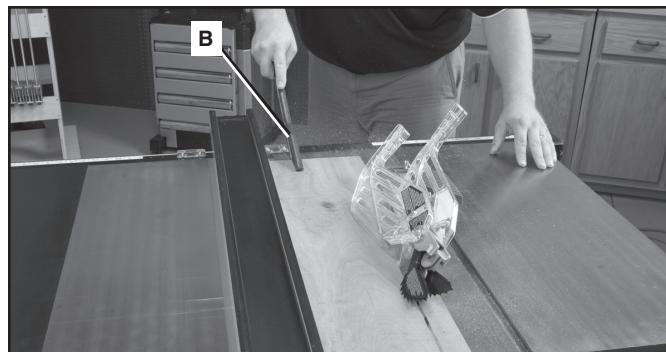

FIG. 56
Il est dangereux de couper longitudinalement de petites pièces. Il est dangereux de laisser les mains s'approcher trop près de la lame. Il est conseillé de couper une pièce plus large pour obtenir la taille désirée. Lorsqu'une petite largeur doit être découpée et que la main ne peut pas être mise entre la lame et le guide longitudinal, sans présenter de risques, utilisez un ou plusieurs poussoirs de fin de passe. Un schéma est inclus en fin de manuel pour fabriquer des poussoirs de fin de passe. Un poussoir de fin de passe (B) Fig. 56 est inclus avec cette scie. À l'aide du/des poussoir(s) de fin de passe, maintenez la pièce contre la table et le guide, et poussez la pièce complètement au-delà de la lame. Se reporter en fig. 56.